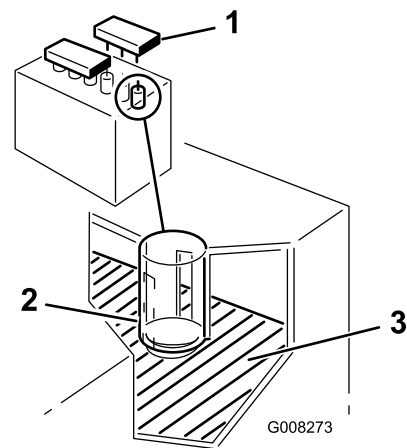

Bild 34
2. Entfernen Sie die Fülldeckel. Wenn der Füllstand die Fülllinien nicht erreicht (Bild 34), füllen Sie genug destilliertes Wasser nach; siehe Nachfüllen der Batterie“.
2. Entfernen Sie die Fülldeckel (Bild 34).
3. Gießen Sie langsam destilliertes Wasser in jede Batteriezelle, bis der Füllstand den unteren Teil des Rohrs erreicht (Bild 34).